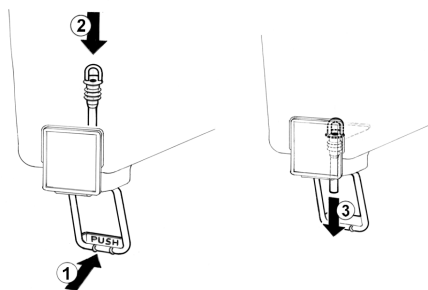

figure 4
2 **Robinet avec tube en caoutchouc:** Pousser (1) le levier de débit robinet et enfiler (2) le tuyau du robinet dans son siège sur le fond du réservoir. Tirer (3) doucement le tuyau vers le bas jusqu'à le bien placer (voir figure 4).